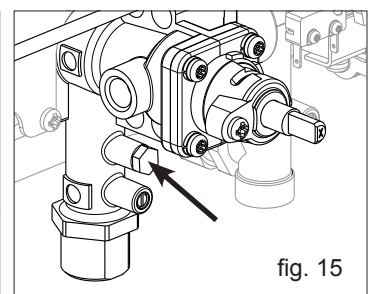

fig. 15
- Extraiga el tapón de protección (fig. 15)